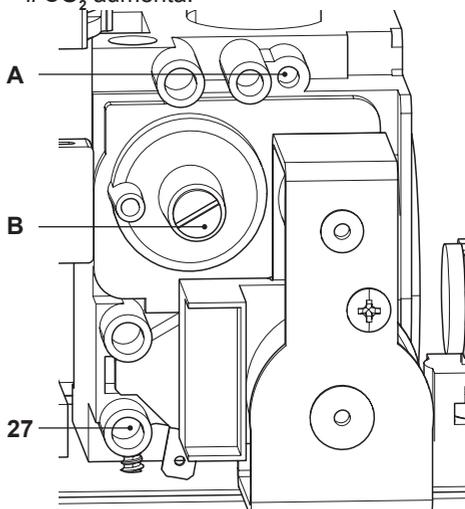

Figura 7.8
- A caldaia spenta (fuori servizio), controllare la pressione di alimentazione utilizzando la presa 27 in Figura 7.8 e confrontare il valore letto con quelli riportati nella tabella Pressioni di alimentazione gas nella sezione "Dati tecnici M275V.2024 SM" a pag. 24, "Dati tecnici M275V.2428 SM" pag. 28 e "Dati tecnici M275V.2832 SM" pag. 32.
- Richiudere bene la presa di pressione 27 in Figura 7.8.
- Per tarare il CO_2 della caldaia (pressione del gas al bruciatore) svitare completamente il tappo in ottone di protezione **B** e agire sulla vite a brugola $\varnothing 4$ mm sottostante Figura 7.8, girando in senso orario il CO_2 aumenta.
- Se i due dati non coincidono agire sulla vite regolazione massimo RQ (**A** in Figura 7.8) della valvola gas e tarare il **CO₂** allo stesso valore riportato nella sezione "Dati tecnici M275V.2024 SM" a pag. 24, "Dati tecnici M275V.2428 SM" pag. 28 e "Dati tecnici M275V.2832 SM" pag. 32. Girando in senso orario il **CO₂** diminuisce.